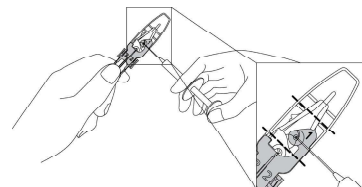

図1. 眼科用粘弾性物質の注入
① 無菌的に滅菌バッグを開封し、つまみを持ちながら本品を取り出す。
② 粘弾性物質注入ポート(刻印 1)から図 1 に示された点線内を満たすように眼科用粘弾性物質を注入する(図1)。この時レンズ光学部に粘弾性物質が十分に行き渡っていることを確認すること。